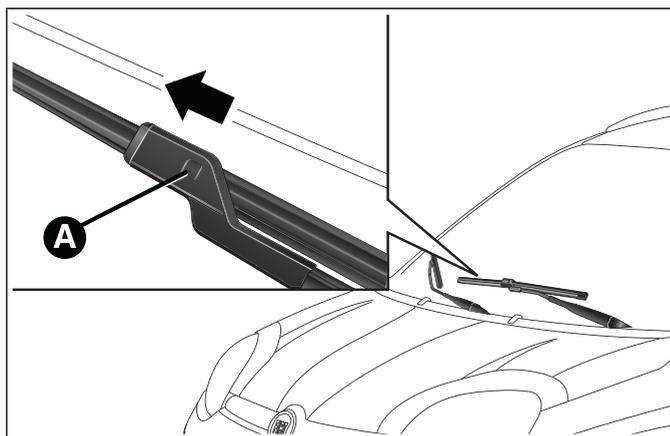

fig. 155
- soulever le bras de l'essuie-glace, appuyer sur la languette A fig. 155 du ressort de fixation et extraire le balai hors du bras ;